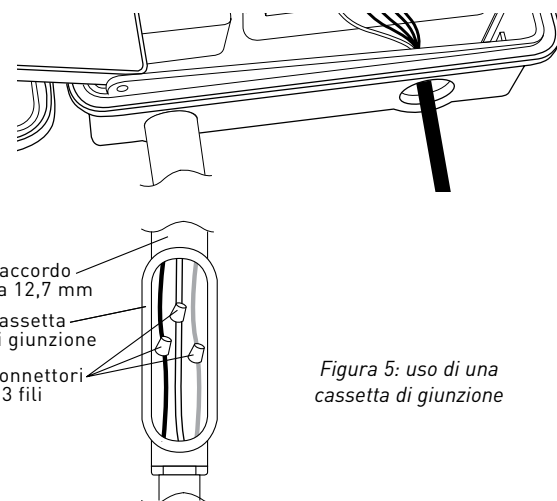

Figura 5: uso di una cassetta di giunzione
Luoghi esterni – Se vi è un interruttore differenziale coperto, inserire il cavo elettrico in una presa di corrente da 110V. Se non vi è alcuna presa di corrente, sarà necessario installare i fili definitivamente [*vedi la figura 5]
- Collegare la cassetta di giunzione al timer utilizzando un raccordo di 12,7 mm (cassetta di giunzione e raccordo non inclusi). [Vedi Figura 5] Collegare la fonte di alimentazione all'entrata della cassetta di giunzione, rispettando i codici locali vigenti.